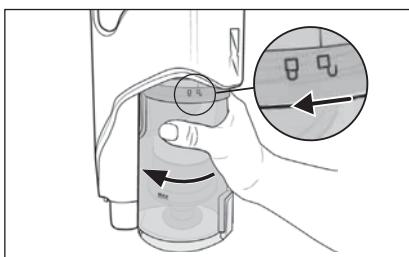

Fig. 22
- Per rimuovere il contenitore di raccolta dello sporco **7** dall'apparecchio, ruotarlo in direzione del simbolo (aprire), fino a quando non sarà possibile staccarlo dall'apparecchio (vedere fig. 22).